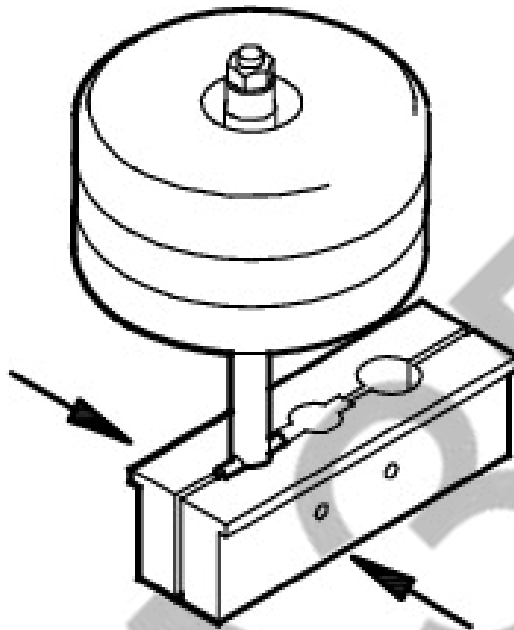

Рис. 7
3. Вставить палец поз. 10 в отверстие вала, а комплект камер установить в приспособление, смотрите Рис.7. Зажать тиски.
3. Вставить палец поз. 10 в отверстие вала, а комплект камер установить в приспособление, смотрите Рис.7, зажать тиски.